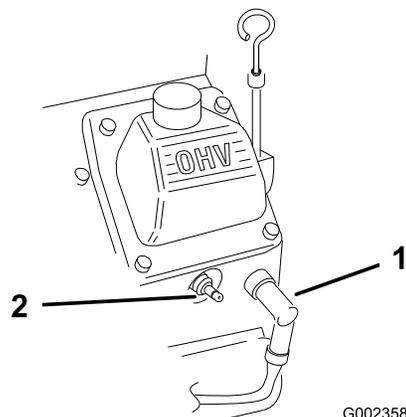

Figure 28
2. Débranchez les bougies (Figure 28).